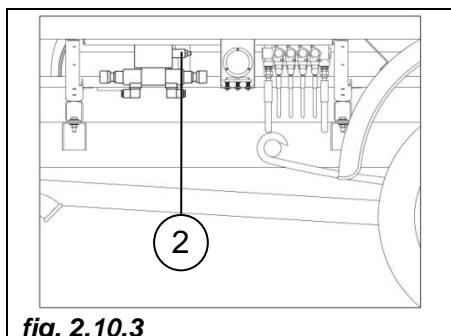

fig. 2.10.3
Posizionata (**pos. 2 fig. 2.10.3**) sulla base dell'elettro valvola generale.